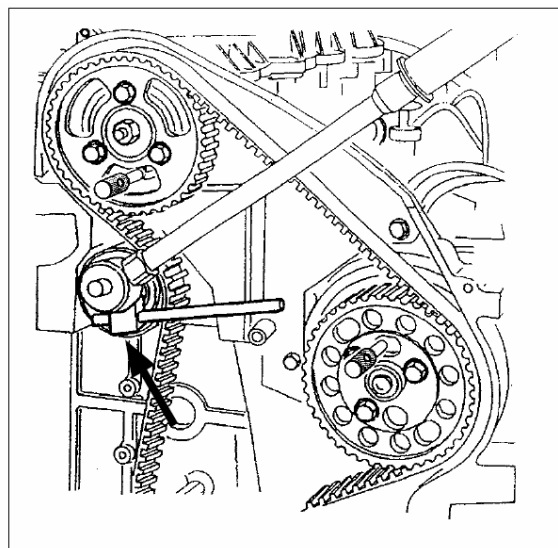

Fig. 2
- Cet outil est nécessaire pour faire tourner le tendeur et le maintenir en place pendant le serrage du boulon de fixation (25 Nm)(Fig. 2).